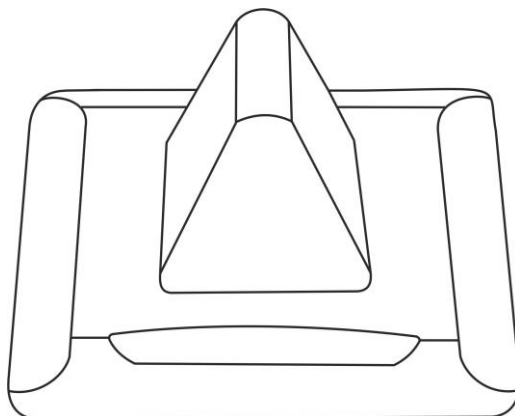

Рисунок 5.26. Палатная консоль со встроенной лампой МР-331W2
2. Палатная консоль со встроенной лампой MP-331W2 (рис.5.26).